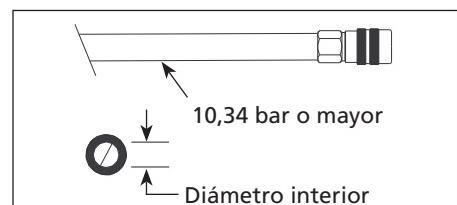

Figura 14 - Requerimientos para la manguera de aire
**MANGUERA DE SUMINISTRO DE AIRE:** Use SIEMPRE mangueras de suministro de aire con una clasificación de presión mínima de funcionamiento igual o mayor que la presión de la fuente de energía, o 10,3 bar (150 psi), lo que sea mayor. Use una manguera de aire de 6,4 mm 1/4 pulg. para recorridos de hasta 15,2 m (50 pies). Use mangueras de aire de 9,5 mm (3/8 pulg.) para recorridos de 15,2 m (50 pies) o más (*ver Figura 14 y Tabla 3*).